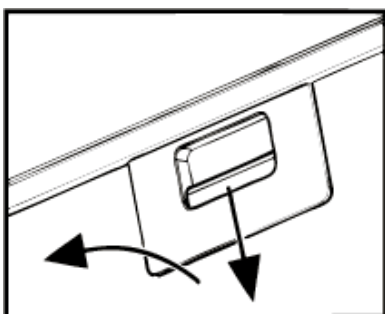

Рис.6
**8.6** Для зняття алюмінієвого фільтра (рис.6) слід натиснути на пружинну засувку і, потягнувши на себе і вниз, зняти фільтр з панелі. Встановлення фільтра виконується в зворотному порядку.